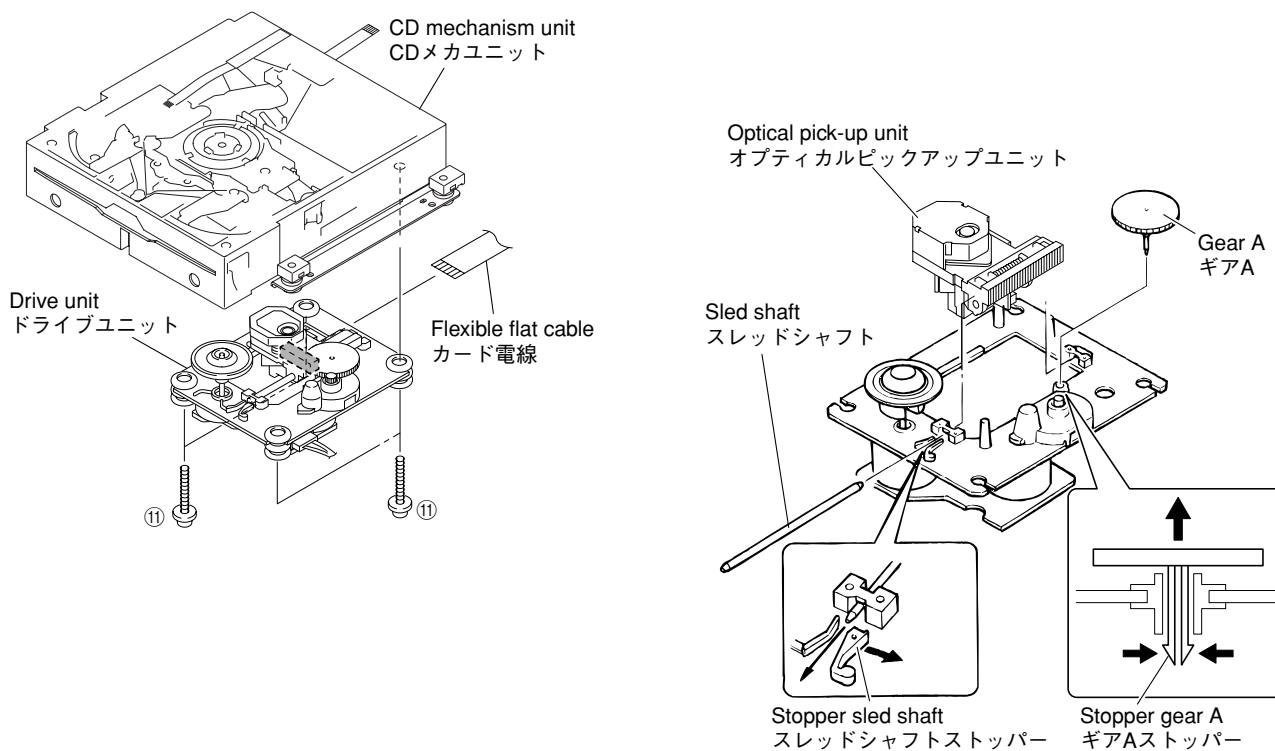

Fig. 4
- d. Remove 4 screws (⑪) and then remove the drive unit. (Fig. 4)
- e. Remove flexible flat cable. (Fig. 4)
- f. Remove stopper gear A and then remove the gear A. (Fig. 4)
- g. Remove stopper sled shaft and then remove the sled shaft. (Fig. 4)
- h. Remove the optical pick-up unit. (Fig. 4)
- d. ⑪のネジ4本を外し、ドライブユニットを取り外します。(Fig. 4)
- e. カード電線を外します。(Fig. 4)
- f. ギアAストッパーを外し、ギアAを取り外します。(Fig. 4)
- g. スレッドシャフトストッパーを外し、スレッドシャフトを取り外します。(Fig. 4)
- h. オプティカルピックアップユニットを取り外します。(Fig. 4)